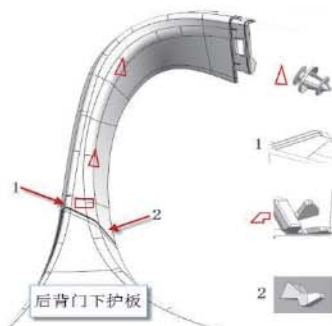

图 10-2-1 左/右护板拆卸示意图
- (2) 如图 10-2-1,用手将板类卡扣(2个)从上到下依次与钣金分离,然后将1、2处的倒扣与后背门下护板分离,最后将定位卡角与后背门下护板分离即可拿下后背门左/右护板。